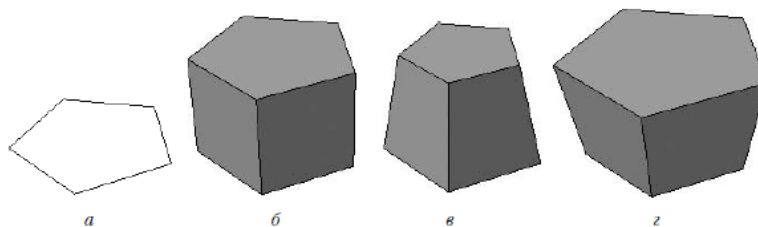

Рисунок 2 — Выдавлювання: ескіз (а), сформований тривимірний елемент (б), ухил всередину (в) і ухил назовні (г)
**Выдавливание.** Форма тривимірного елемента утворюється шляхом зсуву ескізу операції (рисунок 2, а) строго по нормалі до його площини (рисунок 2, б). Під час видавлювання можна задати ухил усередину або назовні (рисунок 2, в, г). Контур ескізу видавлювання не повинен мати самоперетинів. Ескізом можуть бути: один замкнений контур, один незамкнений контур або кілька замкнутих контурів (вони не повинні перетинатися між собою). Якщо ви формуєте основу твердого тіла видавлюванням і використовуєте в ескізі кілька замкнутих контурів, то всі ці контури повинні розміщуватися всередині одного габаритного контуру, інакше ви не зможете виконати операцію. При вирізуванні або додаванні матеріалу видавлюванням замкнуті контури можуть розміщуватися довільно.